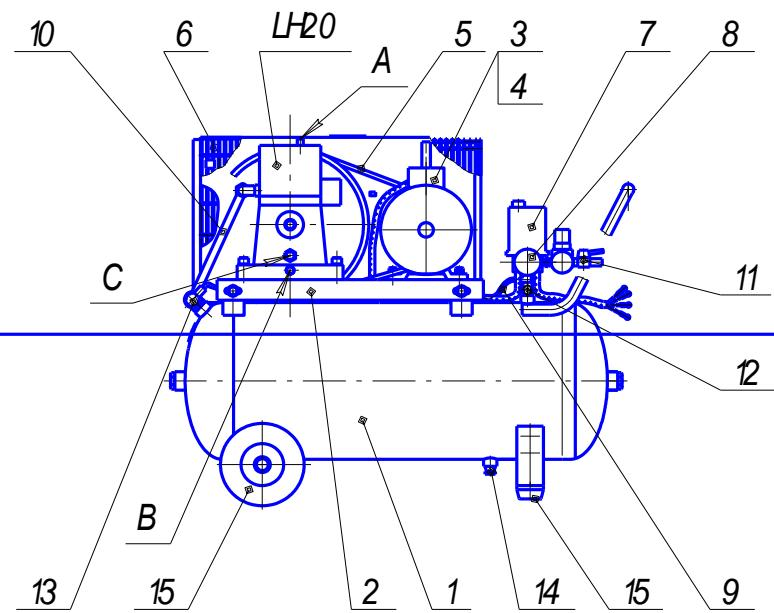
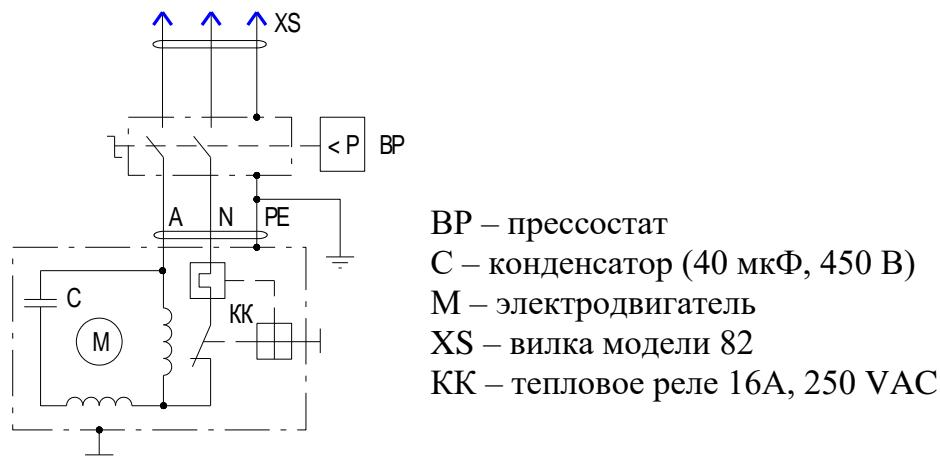

Рис. 1
Рис. 3
2.5. Общий вид компрессора представлен на рис. 1, 2, схема электрическая принципиальная - на рис. 3.
**Примечание:** комплект колес и амортизаторов (поз. 15, см. рис. 1, 2) и детали их крепления упакованы отдельно.
5.1. Компрессор (рис.1, 2) состоит из следующих основных сборочных единиц и деталей: блока поршневого LH20, ресивера 1, платформы 2, электродвигателя 3 со шкивом 4, клиновых ремней 5, защитного ограждения 6, прессостата 7, манометра 8, воздухопровода сброса давления 9, нагнетательного воздухопровода 10, крана выпускного 11, клапана предохранительного 12, клапана обратного 13, крана слива конденсата 14, колес и амортизаторов 15.
Смазка труящихся поверхностей деталей блока поршневого осуществляется разбрызгиванием масла. Заливка масла в картер производится через отверстие в крышке блока цилиндров А (см. рис. 1, 2) после снятия сапуна, слив масла - через отверстие в днище картера, закрытое пробкой В. Уровень масла должен находиться в пределах красной метки смотрового стекла С.
Ресивер (воздухосборник) 1 (см. рис. 1, 2) служит для сбора сжатого воздуха, устранения пульсации давления, отделения конденсата и масла. Ресивер является также корпусом, на котором смонтированы узлы и детали компрессора.